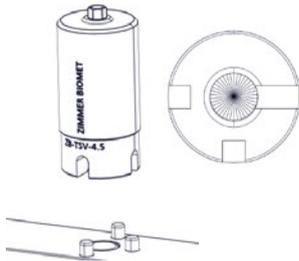

Abbildung 4.
- × Der Pre-Abutment Blank (1) hat drei Kerben zur Orientierung. Orientieren Sie die Kerben auf dem Rohling an den drei Stiften auf dem Halter (Abbildung 4).